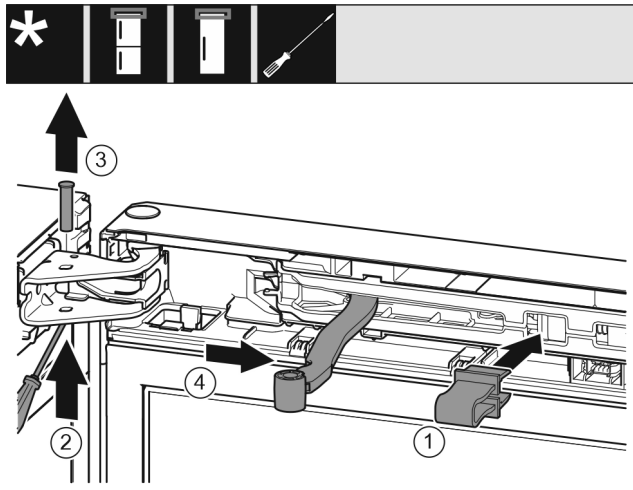

Fig. 10
► Introduire l'arrêt. Fig. 10 (1)
► Desserrer le boulon avec un tournevis. Fig. 10 (2)
► Sortir le boulon par le haut. Fig. 10 (3)
► Tourner l'articulation en direction de la porte. Fig. 10 (4)